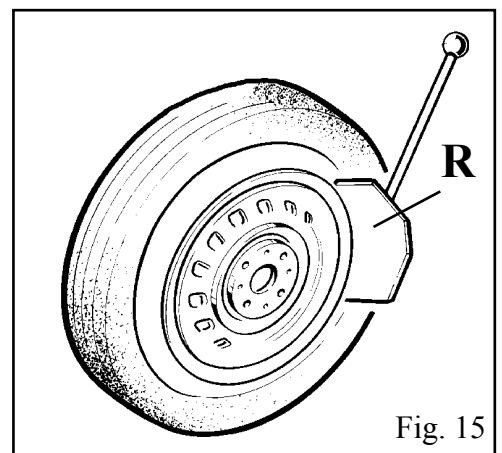

Fig. 15
- Accostare la ruota agli appoggi in gomma sulla parte destra dello smontagomme (S)
- Avvicinare la paletta (R) al tallone del pneumatico, mantenendo una distanza, dal bordo del cerchio, di circa 1 cm. (Fig.15)
- *Position the wheel against the rubber stops on the right side of the tyre changer (S).*
- *Position the bead breaker blade (R) against the tyre bead at a distance of about 1 cm from the rim (fig.15). Pay attention to the blade, which must operate correctly onto the tyre and not onto the rim.*
- *Press down the pedal (U) to activate the bead breaker and release it when the blade has reached the end of its travel or in any case when the bead is broken.*
•Appuyer la roue sur les supports en caoutchouc sur la droite du démonte-pneus (S).
•Approcher la palette (R) au talon du pneu en maintenant une distance d'un cm. environ du bord de la jante (fig.15).
-Reifen an die Gummianschläge auf der rechten Seite des Reifenmontiergerätes (S) anlegen.
-Wulstabdrücker (V) dem Wulst nähern, etwa 1 cm. Luft von Felgenrand lassen (Abb.15) und darauf beachten, daß der Abdrücker fehlerfrei auf den Reifen und nicht auf die Felge wirkt.
-Pedal (U) drücken, und das Abdrückblatt betätigen, loslassen, wenn das Blatt am Laufende angelangt ist.
- Premere il pedale (H) per ribaltare il palo (P) liberando così il piano di lavoro